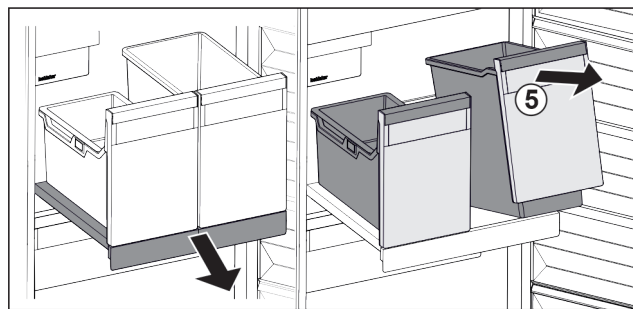

Fig. 123
- ▶ Unieść pojemnik Fig. 123 (5) z przodu.